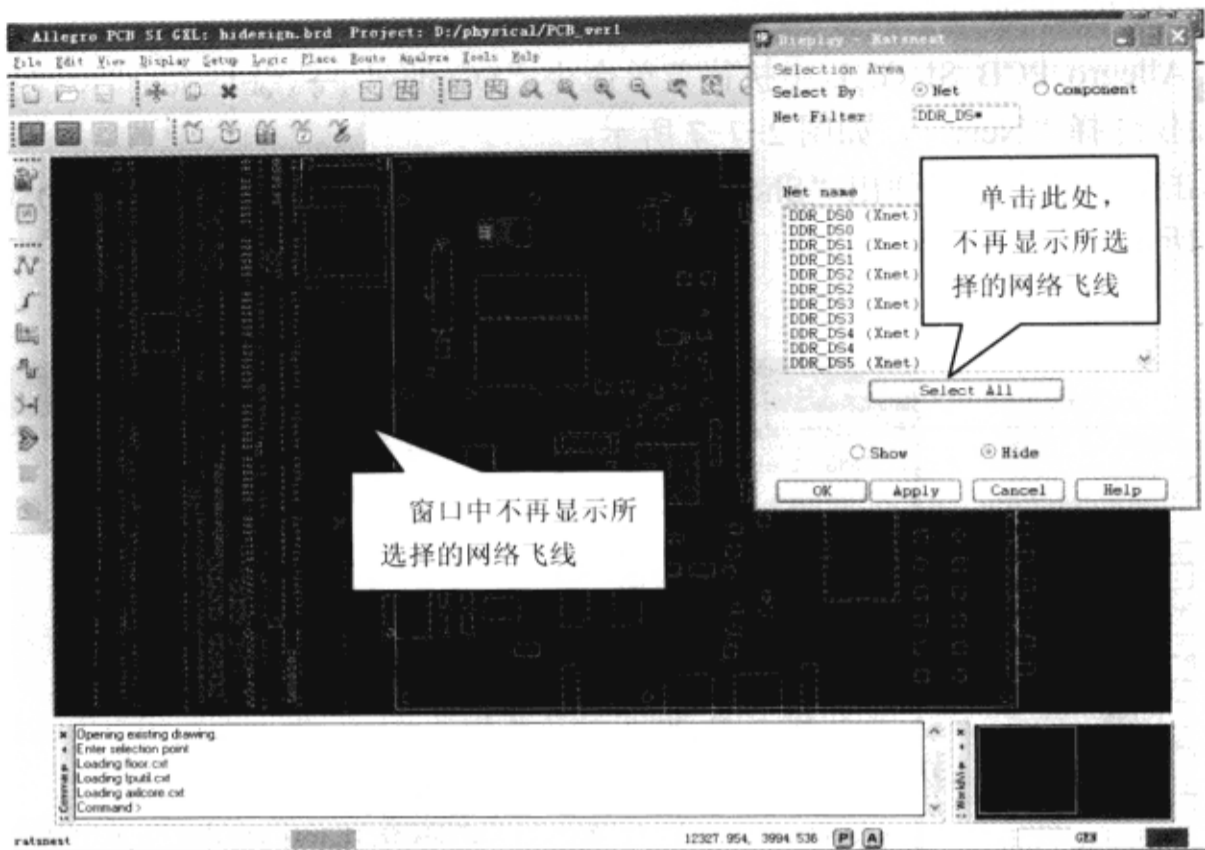

图2-7-5 隐藏飞线
(4) 选中“Display-Ratsnest”窗口底部的“Hide”→单击“Select All”按钮，不再显示飞线，如图2-7-5所示。